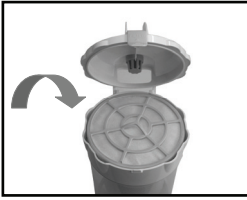

Fig. 6
- b. Inserte el filtro de goma espuma junto con el filtro de fieltro dentro del habitáculo situado en la parte superior del conjunto filtro multiciclónico + tapa superior, después cierre la tapa. Un “clic” será la indicación de que la tapa está correctamente cerrada (Fig. 6).